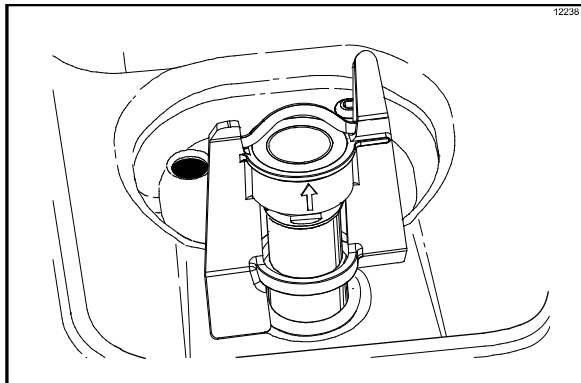

Figure 165
- Placer l'agitateur sur le logement de l'arbre d'entraînement de l'agitateur (Cf. Figure 165).